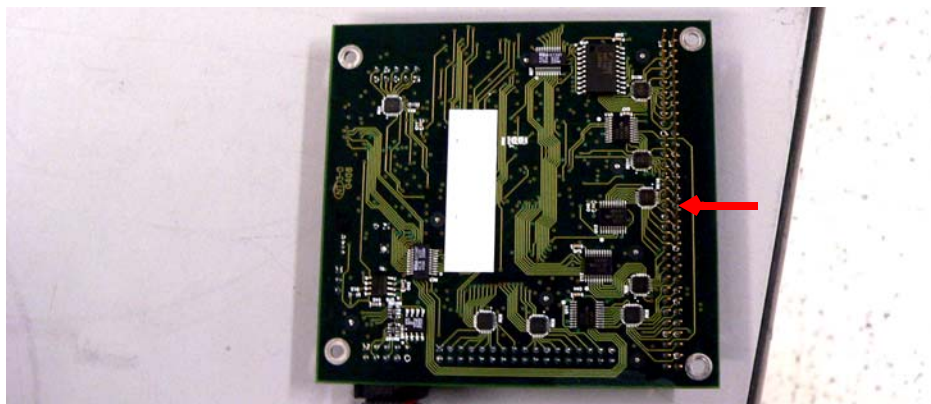

图 B-30 下方针脚
7. 轻轻地向上提起电路板，以免损坏下方针脚 (图 B-30)。
8. 放下新的电路板时仔细对齐针脚，如图 B-30 所示。